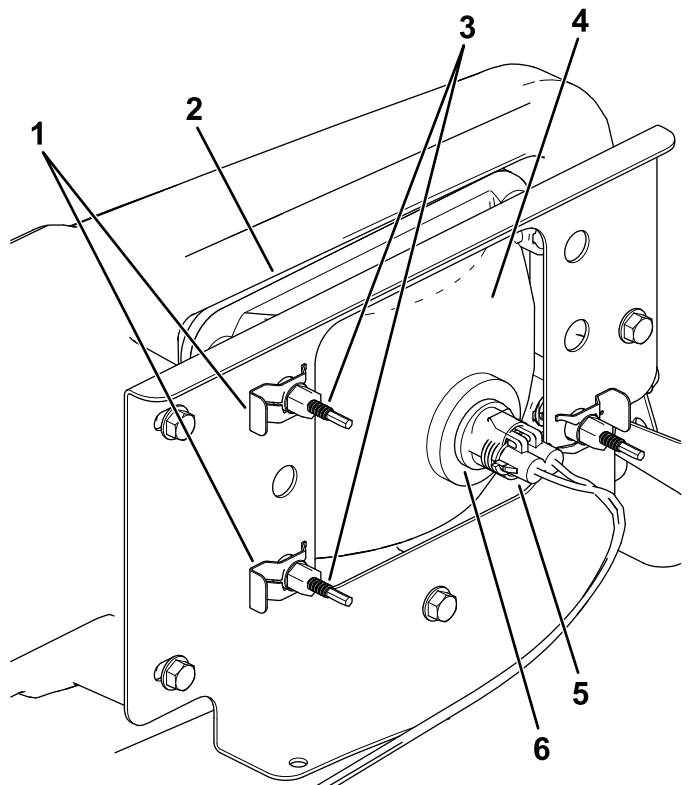

图 49
3. 将线束的电气接头与新灯总成的接头断开 图 49。
4. 卸下将大灯固定至大灯支架上的快速夹 图 49。
5. 将大灯总成从前保险杠的开口向前推出卸下大灯总成 图 49。
6. 通过保险杠开口将新大灯装入 图 49。
8. 将线束的电气接头与灯总成的接头连接 图 49。
5. 在大灯总成背面旋转调节螺丝 图 49以转动大灯总成调整光束投射的位置。